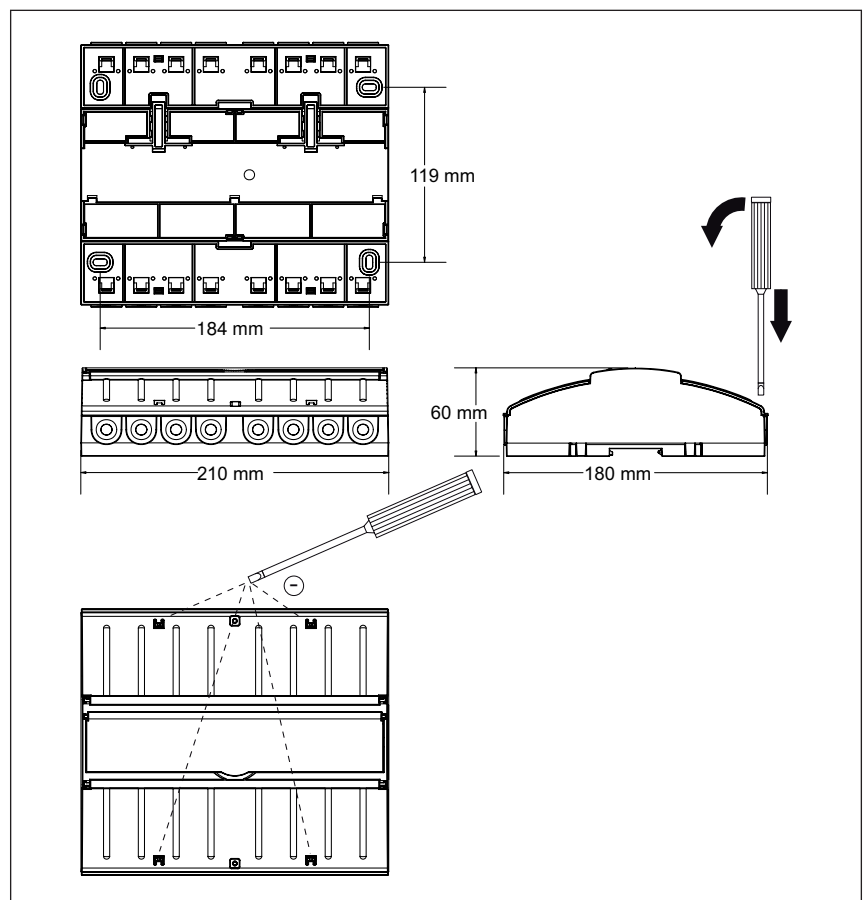

Abb. 10 Aufputzgehäuse
- Zum Öffnen der Klemmenabdeckungen führen Sie einen Schlitzschraubendreher (Empfehlung: Klinge 3,0 - 4,0 mm) in die jeweilige Deckelöffnung ein (siehe Abb. 10) und hebeln Sie den Klappdeckel vorsichtig auf. Wiederholen Sie den Vorgang für die zweite Öffnung des Deckels. Wenn beide Verrastungen gelöst sind, lässt sich der Deckel aufklappen.